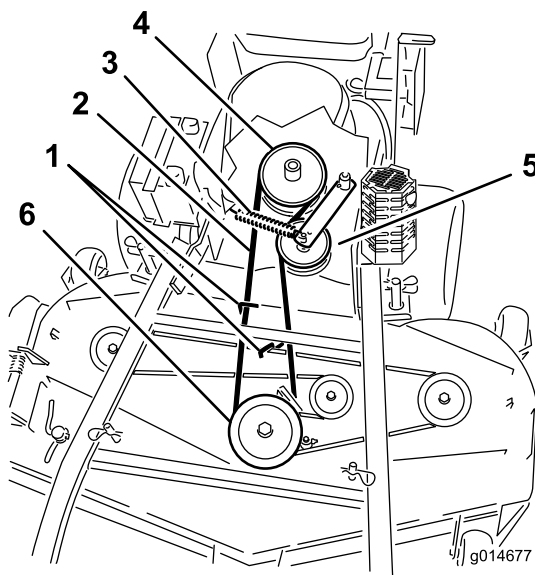
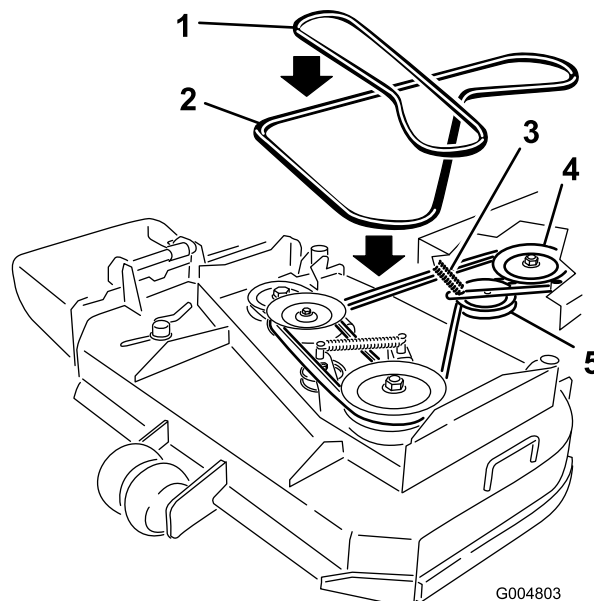

Figure 50
Figure 51
6. Retirez la courroie de la poulie centrale sur le tablier de coupe (Figure 50). Reportez-vous à la Figure 51 pour enlever la courroie de la poulie gauche sur un tablier de coupe de 36 pouces. Procédez avec précaution lors du retrait de la courroie, car la tension est augmentée par la poulie de tension rappelée par ressort.
7. Retirez la courroie de la poulie de moteur et la poulie de tension rappelée par ressort (Figure 50). Reportez-vous à la Figure 51 pour déposer la courroie des poulies sur le tablier de coupe de 36 pouces.
8. Placez une courroie neuve sur la poulie de moteur et la poulie de tension rappelée par ressort (Figure 50).
9. Installez la courroie sur la poulie centrale du tablier de coupe (Figure 50). Procédez avec précaution lors de la repose de la courroie, car la tension est augmentée par la poulie de tension rappelée par ressort. Reportez-vous à la Figure 51 pour installer la courroie sur la poulie gauche sur un tablier de coupe de 36 pouces.
11. Réglez l'écartement entre le guide et la courroie à 3 mm (1/8 po) pour les tabliers de coupe de 40, 48 et 52 pouces (Figure 50).